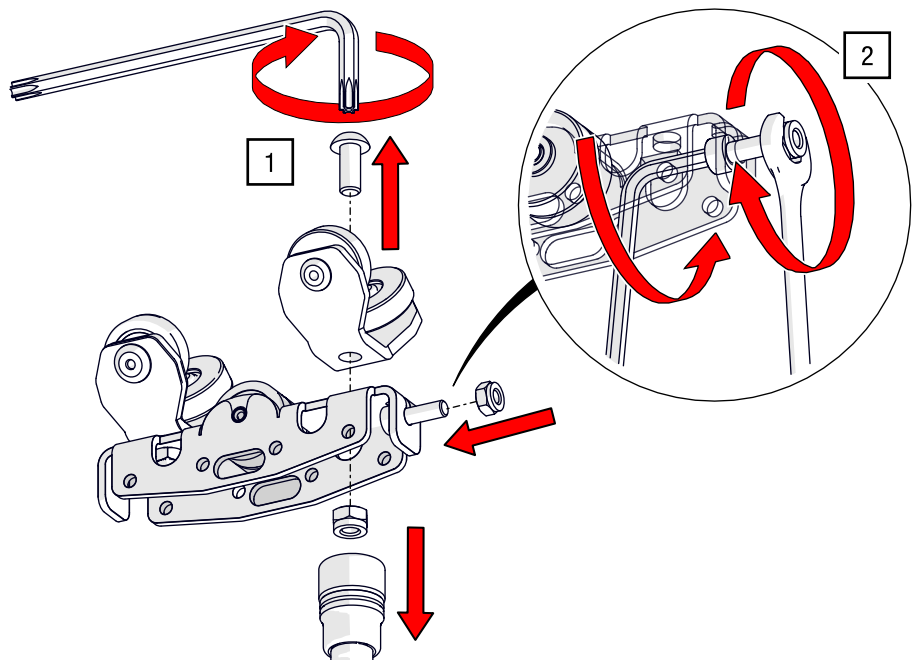

Abb. 64: Zugwagen mit Rastbremse – Montage von Schraube für Magnetkopplung
1. Lösen Sie die Verschraubung der vorderen Radaufnahme mit einem Sechskant-Steckschlüssel SW 8 und TORX®-Schlüssel T25 (siehe Abb. 64).
2. Entfernen Sie den Gummipuffer, ziehen Sie die Schraube der Magnetgegenplatte und Sechskantmutter mit einem Gabelschlüssel SW 4 und einem ISK SW 3 mit 3 Nm an (siehe Abb. 64).